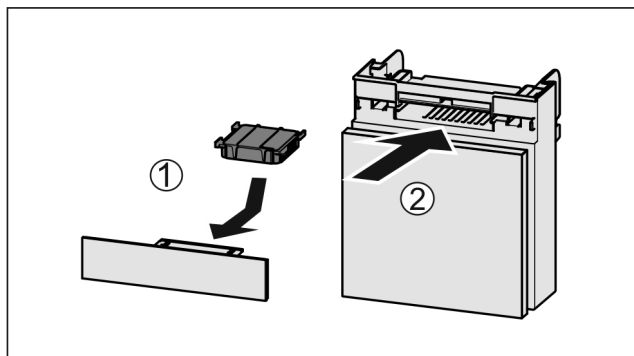

Fig. 186
- ▶ Sätt in Fig. 186 (1) aktivtkolfiltret enligt bilden.
- ▶ Skjut in Fig. 186 (2) lådan.